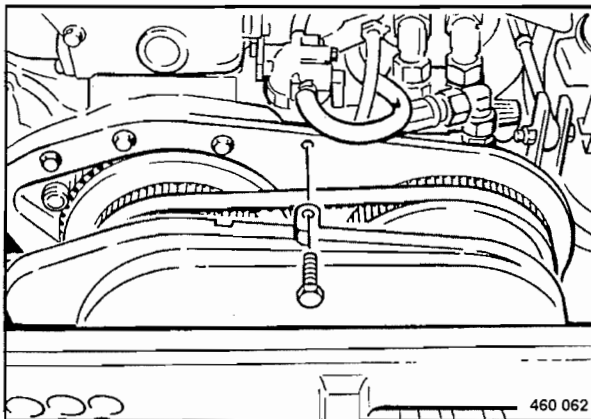

Fig. 115
- Desmontar la cubierta de protección (Fig. 115).